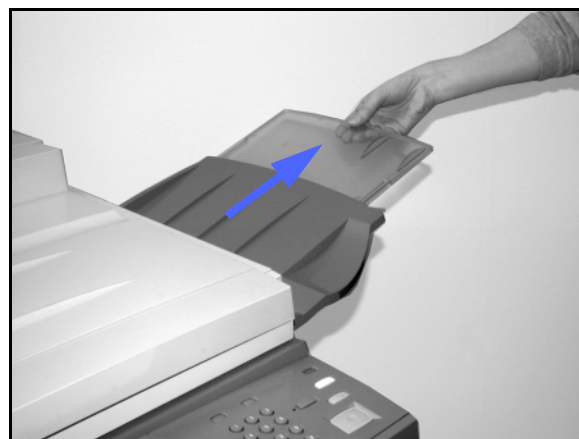

Figura 5: estender a Bandeja de saída do AAOD
- 4** Estenda a Bandeja de saída do AAOD para acomodar o tamanho dos documentos, conforme ilustrado na Figura 5.